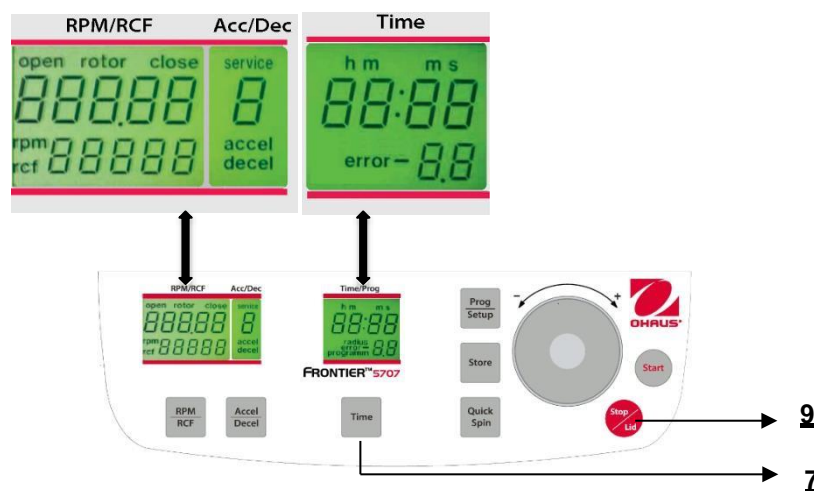

Abbildung. 27
Während die Zentrifuge ausgeschaltet ist, drücken Sie gleichzeitig die Tasten "Time" (7) und "Stop/Lid" (9) und schalten Sie die Zentrifuge am Hauptschalter ein. Lassen Sie nun beide Tasten los und als ein Ergebnis hiervon wird ein Anzeigetest von ungefähr 5 Sekunden durchgeführt. Alle Indikatoren werden gleichzeitig erscheinen (siehe Abbildung 27).